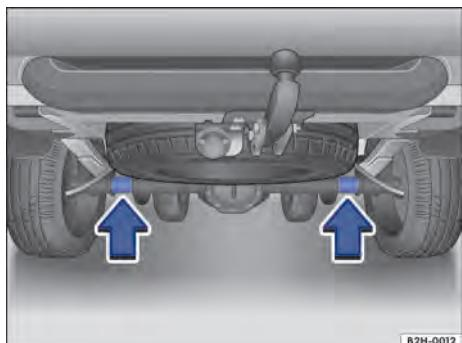

Fig. 199 Pontos de apoio traseiros do macaco.
O macaco deve ser colocado somente nos pontos de apoio mostrados → Fig. 199 (setas).
6. Verificar se o macaco está sob as superfícies marcadas dianteira → Fig. 197 ou traseira → Fig. 199.